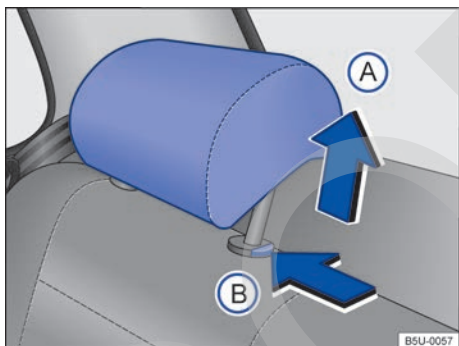

Fig. 38 Desmonte el apoyacabezas trasero.
- Presionar la tecla → fig. 38 (B) en el sentido de la flecha. Retire el apoyacabezas mientras presiona la tecla.
- Empuje el apoyacabezas hacia abajo con la tecla → fig. 38 (B) presionada.